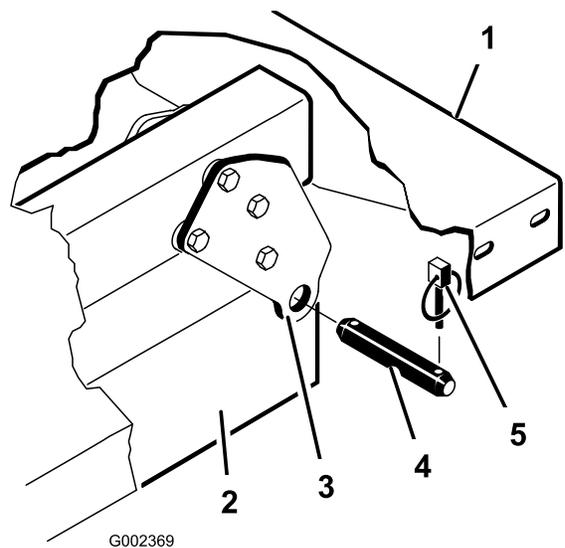

Bild 4
6. Nehmen Sie die Klapstecker und die Lastösenbolzen ab, mit denen die Schwenkhalterungen der Ladepritsche an den Rahmenkanälen der Maschine befestigt sind (Bild 4).